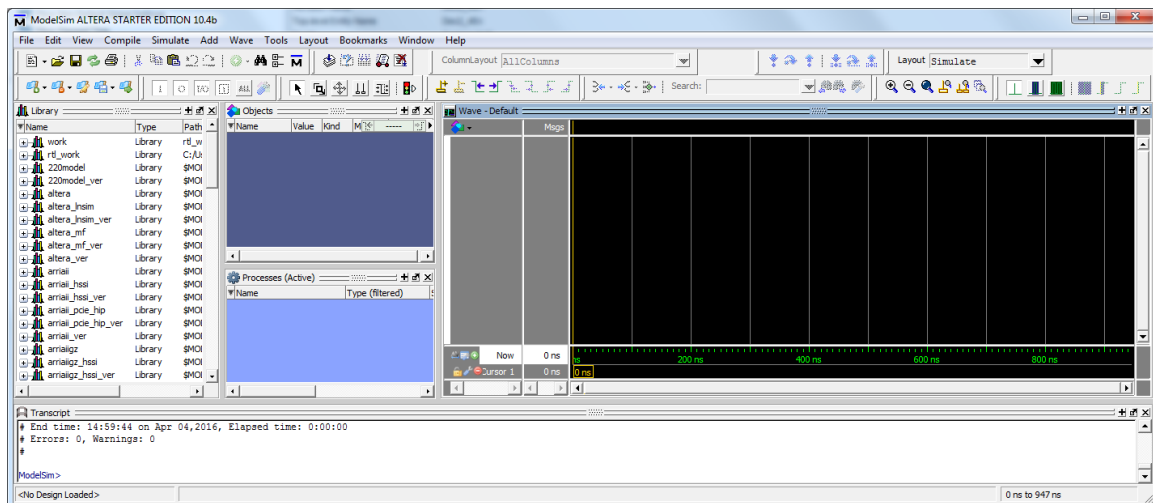

Figura 3 – Aspeto inicial da janela da ferramenta de simulação “*Questa Intel FPGA Starter Edition*”.
7. Quando executada, a ferramenta de simulação “*Questa Intel FPGA Starter Edition*” deve apresentar o aspeto ilustrado na Figura 3. Caso a janela “Wave” (destinada ao desenho das formas de onda) não apareça, poderá ativá-la através do menu “View → Wave”.